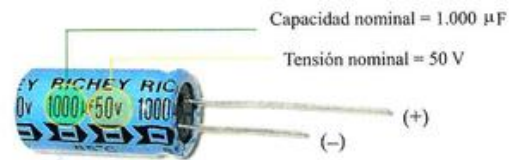

Figura 6.23. Características de un condensador electrolítico.
- **Tensión de trabajo o nominal (V_n):** Por supuesto, no es recomendable que la tensión a la que trabaja un condensador sea mayor que la de perforación. De aquí nace el concepto de **tensión de trabajo**, que se define como la tensión a la que puede funcionar un condensador de forma permanente sin sufrir daños. Esta tensión es la que se encuentra indicada en la superficie de los condensadores (Figura 6.23).